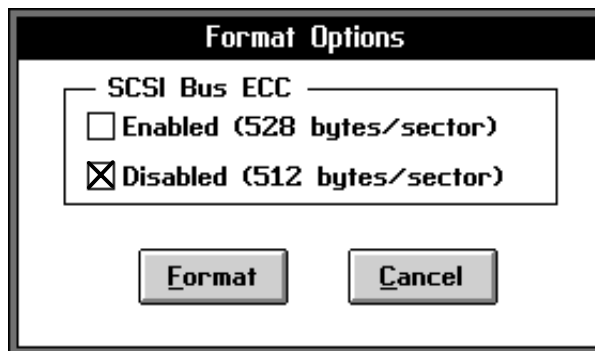

Figure 27. Fenêtre des options de format
1. Sélectionnez le bouton "Format" dans la fenêtre d'information de l'unité : la fenêtre "Format Options" s'affiche (figure 27).